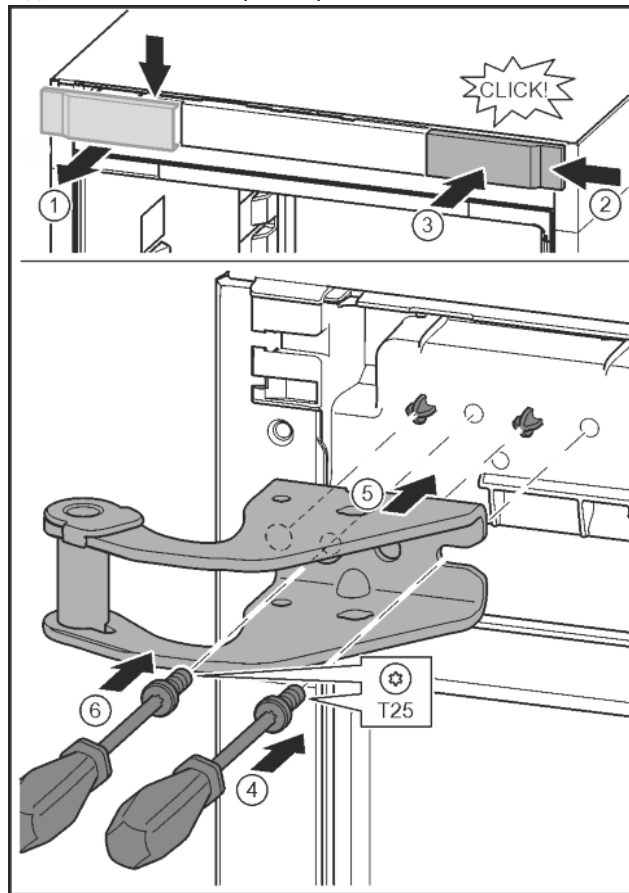

Fig. 14
- ▶ Відпустіть кришку та зніміть збоку. Fig. 14 (1)
- ▶ Почепіть кришку, що повернута на 180°, з іншого боку праворуч. Fig. 14 (2)
- ▶ Зафіксуйте кришку. Fig. 14 (3)
- ▶ Встановіть гвинт за допомогою викрутки T25. Fig. 14 (4)
- ▶ Встановіть верхній опорний кронштейн. Fig. 14 (5)
- ▶ Закрутіть гвинт. Fig. 14 (4)
- ▶ Встановіть та закрутіть гвинт за допомогою викрутки T25. Fig. 14 (6)